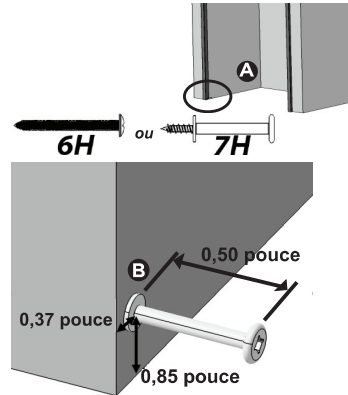
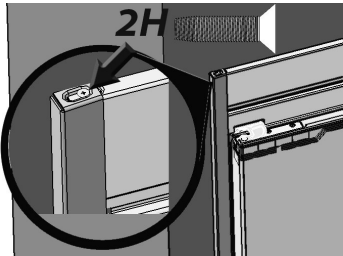

Fig. 9
Fig. 14
- À l'aide de huit vis 3H et d'une perceuse électrique, fixez les deux supports de fixation de la garniture latérale aux bords de l'armoire avant gauche et droite, les supports allant jusqu'au sol (Fig. 9). Assurez-vous que les fentes rectangulaires dépassent le bord de l'armoire.
Placez les garnitures latérales en les déposant sur la vis de placement comme illustré à la Fig. 9 et en les plaçant sur la garniture supérieure (Fig. 14).
Fixez une vis 2H de chaque côté de la garniture supérieure (Fig. 14).